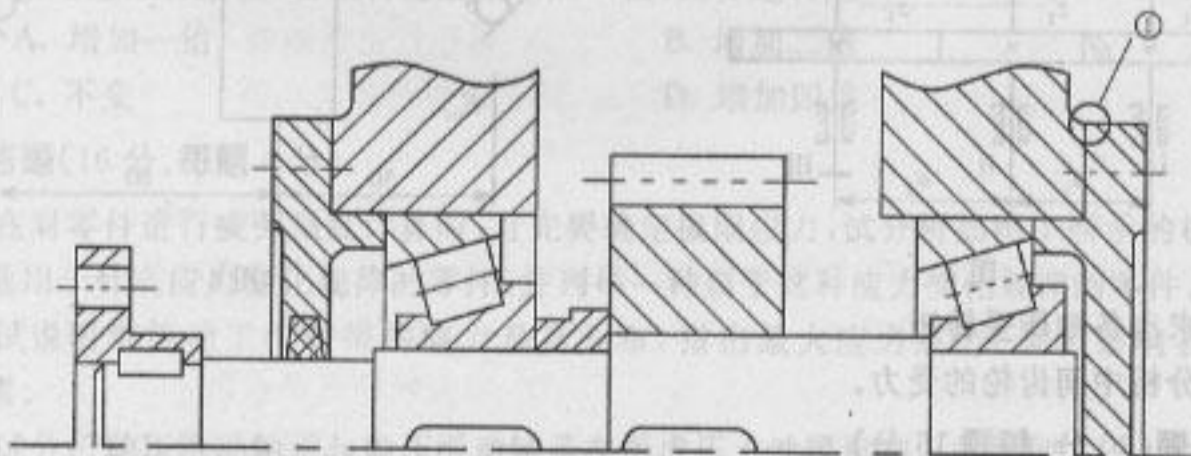

图 6
按示例 ① 所示, 指出图 6 中轴系结构的其他错误(不少于 10 处)。